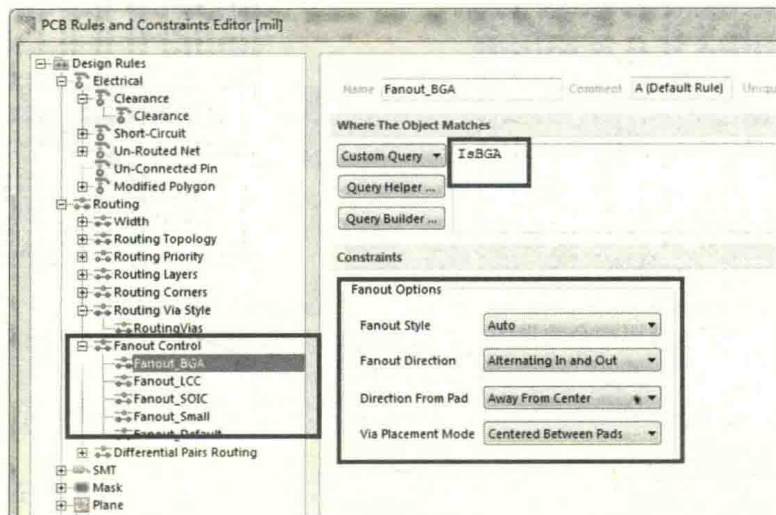

图 9-60 扇出控制规则设置
- (1) 对 BGA 扇出之前，根据 BGA 的 Pitch 间距（BGA 两个焊盘中心间距）和 9.2 节内容对整体的间距规则、网络线宽规则及过孔规则进行设置。
- (2) 在布线规则中找到“Fanout Control”，对其进行如图 9-60 所示的设置。